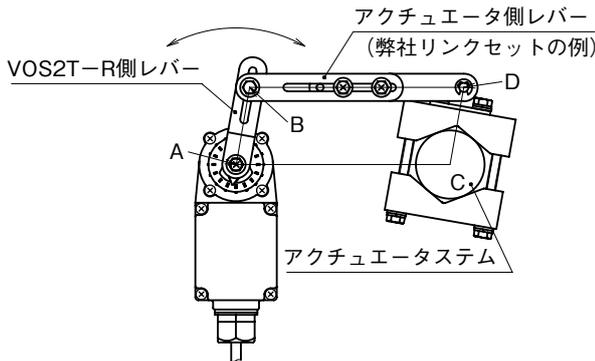

図2 VOS2T-R取付例(1)
VOS2T-Rの出力信号の精度はアクチュエータとの機械的取付位置関係により、大きく左右されます。図2において、VOS2T-Rのシャフト中心からアクチュエータの回転中心までの距離(A-C)とアクチュエータ側レバーの長さ(B-D)が等しくなるようVOS2T-Rを取付けて下さい。なお、VOLKをご利用の場合は、アクチュエータ側レバーの長さを調整できます。調整の項を参照して下さい。
- ① 結線の項に従って、あらかじめ結線を行って下さい。このとき各トリマを調整せず、出荷状態を保って下さい。また、作動方向設定ジャンパも出荷時の状態 (正作動) を保って下さい。
- ② レバーを用いてリンクする場合は、VOS2T-R 側レバーの座金付ナットを緩め、図 2 のように A-B 間と C-D 間の長さが等しくなるように連結ピン (または段付ボルト) の位置をセットして下さい。セット完了後、座金付ナットを締付けて下さい。
- ③ レバーと VOLK を組合わせてご利用の場合、VOLK のレバー締結ボルトを緩め、A-C 間と B-D 間の長さを等しく (□ABDC が平行四辺形または長方形) なるよう、レバーの長さを調整して下さい。調整完了後は、ボルトを締付けて下さい。お客様で用意されたレバーが調整可能な場合も、同様に調整して下さい。
- ④ アクチュエータの位置を 50 % にしたとき、VOS2T-R の出力がほぼ 12 mA になるように VOS2T-R のシャフト角度を調整します。シャフト角度の調整は、スパナ (7 mm) かインジケータを手で回すなどの方法で行って下さい。レバーを用いてリンクさせる場合は、この状態でレバー取付ねじを増締めして下さい (締付トルク 2.4 ~ 3.1 N・m)。レバーを用いない場合は、同様の状態でカップリングを固定して下さい。
- ⑤ 必要に応じて、インジケータ取付ねじ (M2.6 止めねじ) をいったん緩め、インジケータを見やすい角度に調整して下さい。調整完了後、取付ねじを再度締めて下さい。